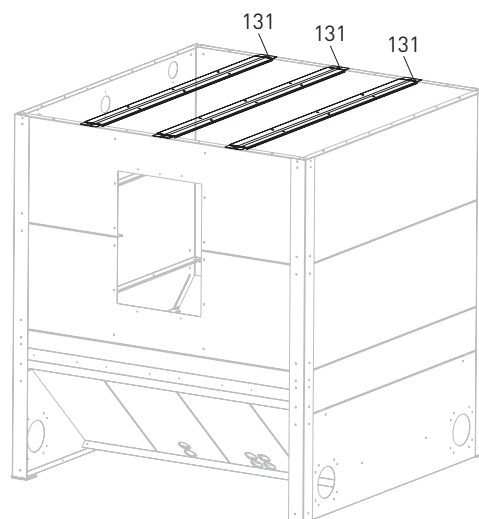

Fig. 13 Montaggio dei supporti del cielo
Applicare 3 supporti (131) **all'interno** nel bordo ripiegato delle pareti laterali e fissarli ciascuno con 2 viti dall'esterno verso l'interno alle pareti laterali – Fig. 13.